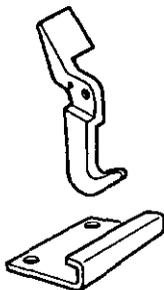

FIGURA 2.25. Enclavamiento de extracción aparato armado VEAA.
**VEAA**.- Este enclavamiento impide la extracción del interruptor fuera de la cuna o chasis cuando el mecanismo de energía de almacenamiento está cargado (en la posición desconectado), éste enclavamiento es incompatible con las bobinas de baja tensión MN y MNR. La figura 2.25 denota este enclavamiento.